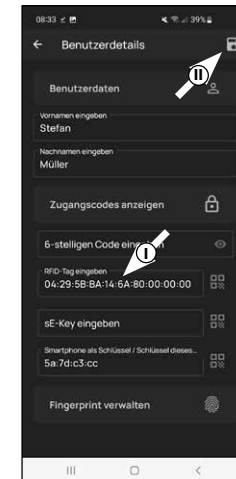

Abb. 7
- 7 Sie kehren wieder in das Fenster mit den Benutzerdetails zurück. In dem Feld „RFID-Tag eingeben“ sehen Sie, dass der Transponder eingespeichert wurden (I) (Abb. 7). Tippen Sie oben rechts auf das „Speichern“-Symbol (II) (Abb. 7).